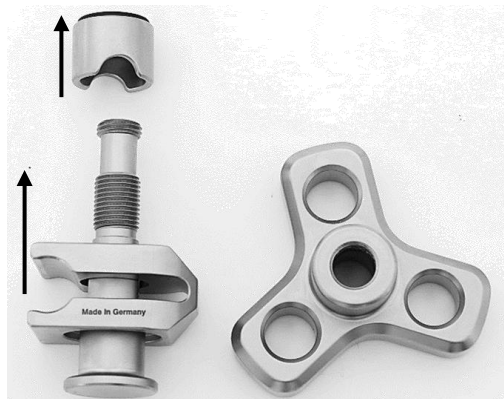

Fig. 19
Tirer d'abord le manchon de serrage (2) de la tige filetée (4), puis retirer la pièce de serrage (3) (Fig. 19).